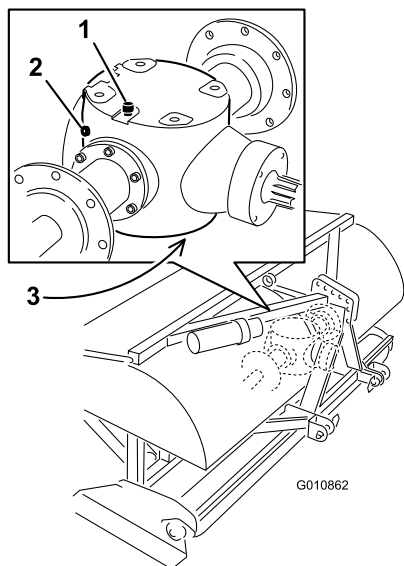

Figura 32
2. Retire el tapón de verificación de la caja de engranajes (Figura 32).
3. Asegúrese de que el aceite llega hasta la parte inferior del orificio del tapón de verificación de la caja de engranajes (Figura 32).
1. Limpie cualquier residuo del tapón de ventilación/llenado para evitar cualquier contaminación (Figura 32).